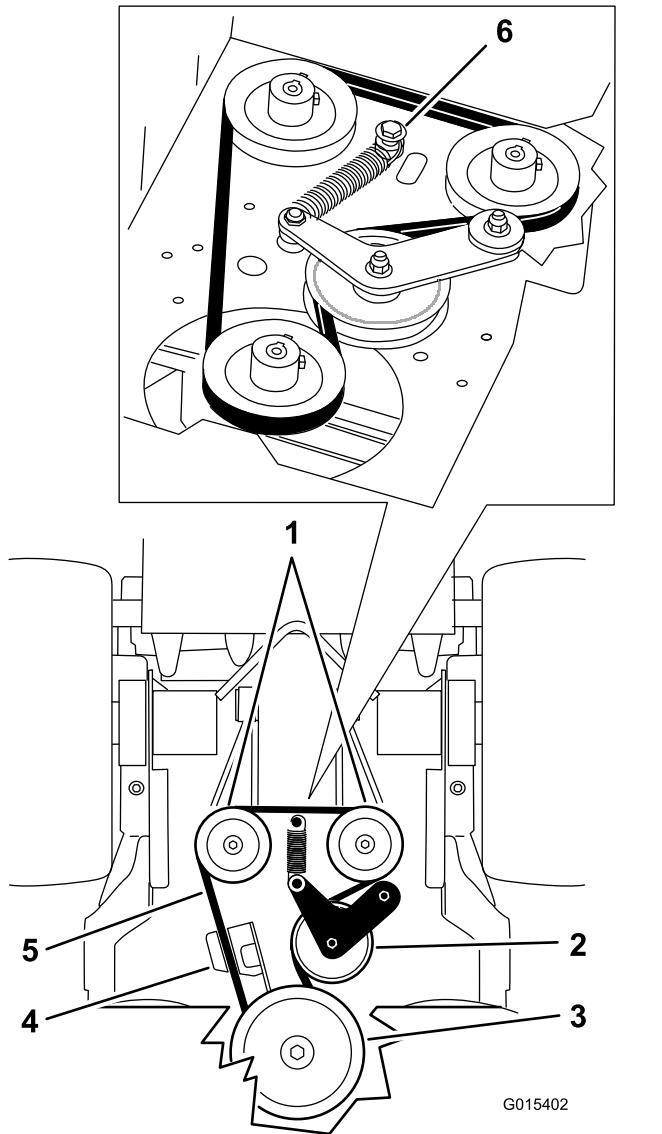

Figura 63
7. Togliete la cinghia di trasmissione della pompa (Figura 63).
9. Installate la molla su bullone a perno e rondella e collegate al piatto del motore con il dado (Figura 63).